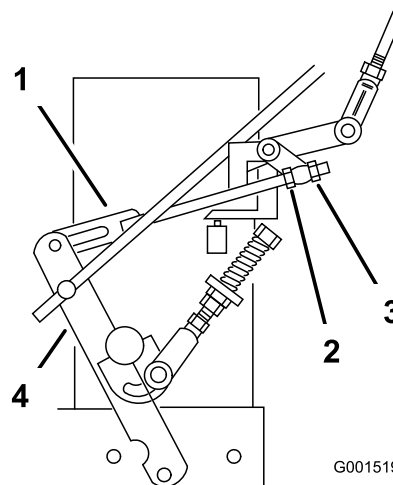

Figura 33
8. Allentate il dado di regolazione anteriore sulla tiranteria di comando idraulico (**Figura 33**).
9. Girate il dado di regolazione posteriore di sinistra in senso antiorario finché la ruota non gira in avanti (**Figura 33**).
10. Girate il dado di regolazione posteriore 1/4 di giro per volta in senso orario. Quindi, spostate in posizione di MARCIA AVANTI la leva di comando della velocità e riportatela indietro in posizione di FOLLE. Ripetete queste operazioni finché la ruota sinistra non gira più in avanti (**Figura 33**).